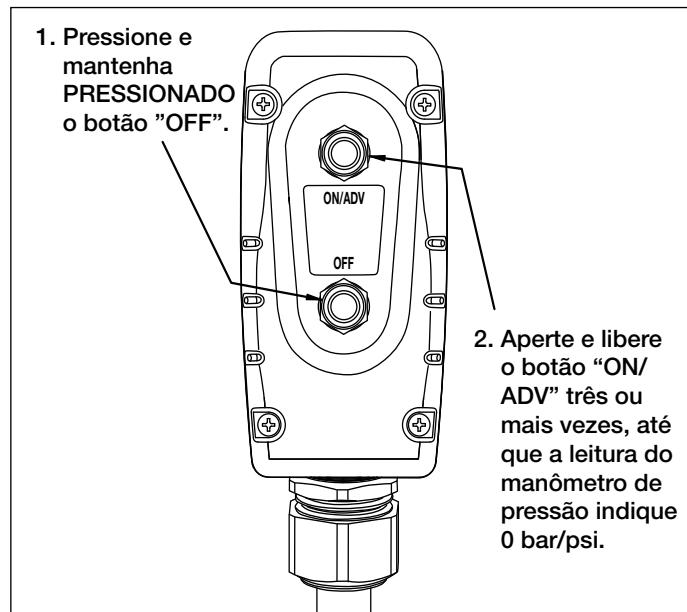

Figura 9, Aliviando a Pressão
- Pressione e mantenha pressionado o botão "OFF" (DESLIGADO). Ver Figura 9.